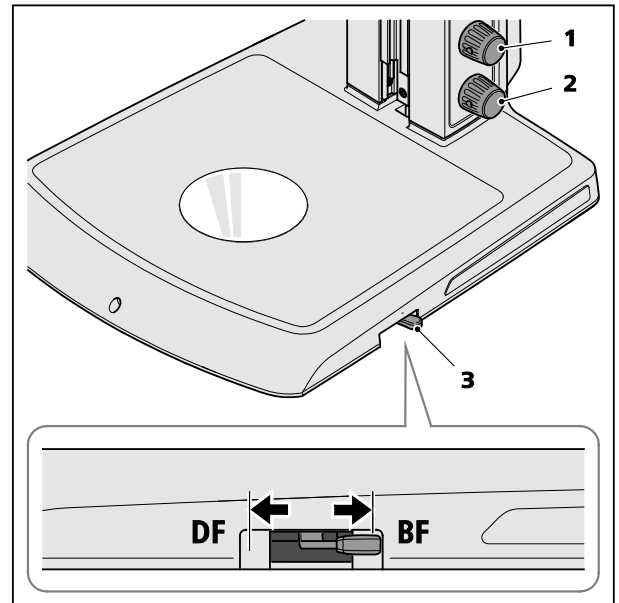

Figure 4 Utilisation du module de lumière transmise
- En appuyant sur le bouton rotatif inférieur (Figure 4/2), activer l'éclairage diascopique et en le tournant, régler l'intensité de l'éclairage.
- Le réglage du levier (Figure 4/3) permet de commuter entre l'éclairage à fond clair (BF) et à fond sombre sur tous les côtés (DF).
En appuyant sur / tournant le bouton d'éclairage supérieur (Figure 4/1), une lumière réfléchie variable peut être ajoutée à la lumière incidente réglée.